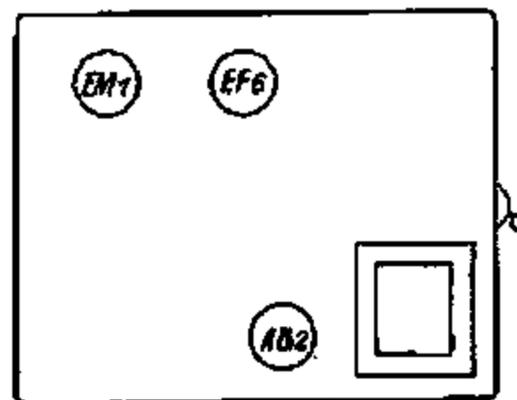

FIG. 7.
- 4° Placer les lampes sur le châssis comme cela est indiqué par la figure 7.